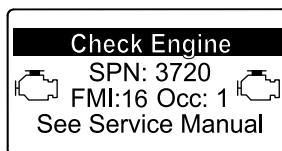

Bild 35
- Motorwarnung SPN 3720, FMI 16 (Bild 35)